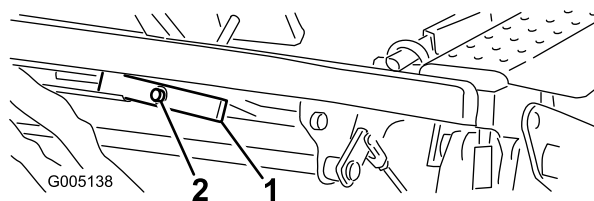

Figura 45
1. Allentate il dado sul lato posteriore del perno girevole (Figura 45).
2. Girate la vite eccentrica (Figura 45) per sollevare o abbassare la molla del perno di sollevamento, allineando il perno e i pedali.